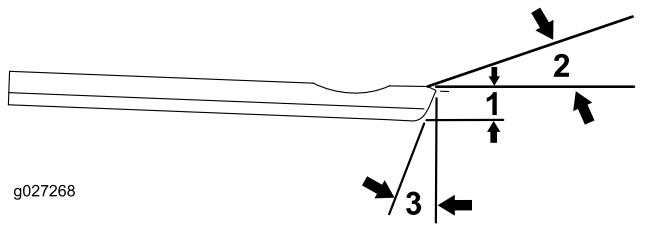

Bild 25
**Empfohlene Schleifwinkel für das Untermesser oben und vorne (Bild 25)**